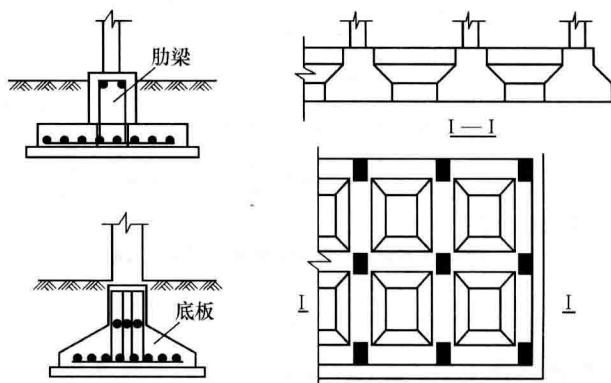

图 1-5 十字交叉基础图
实例 十字交叉基础图 (图 1-5)
(1) 当荷载很大，采用柱下条形基础不能满足地基基础设计要求时，可采用双向的柱下钢筋混凝土条形基础形成的十字交叉条形基础，又称交叉梁基础，如图 1-5 所示。
(2) 十字交叉基础的纵、横向均具有一定的刚度，当地基软弱且在两个方向的荷载和土质不均匀时，十字交叉条形基础对不均匀沉降具有良好的调整能力。